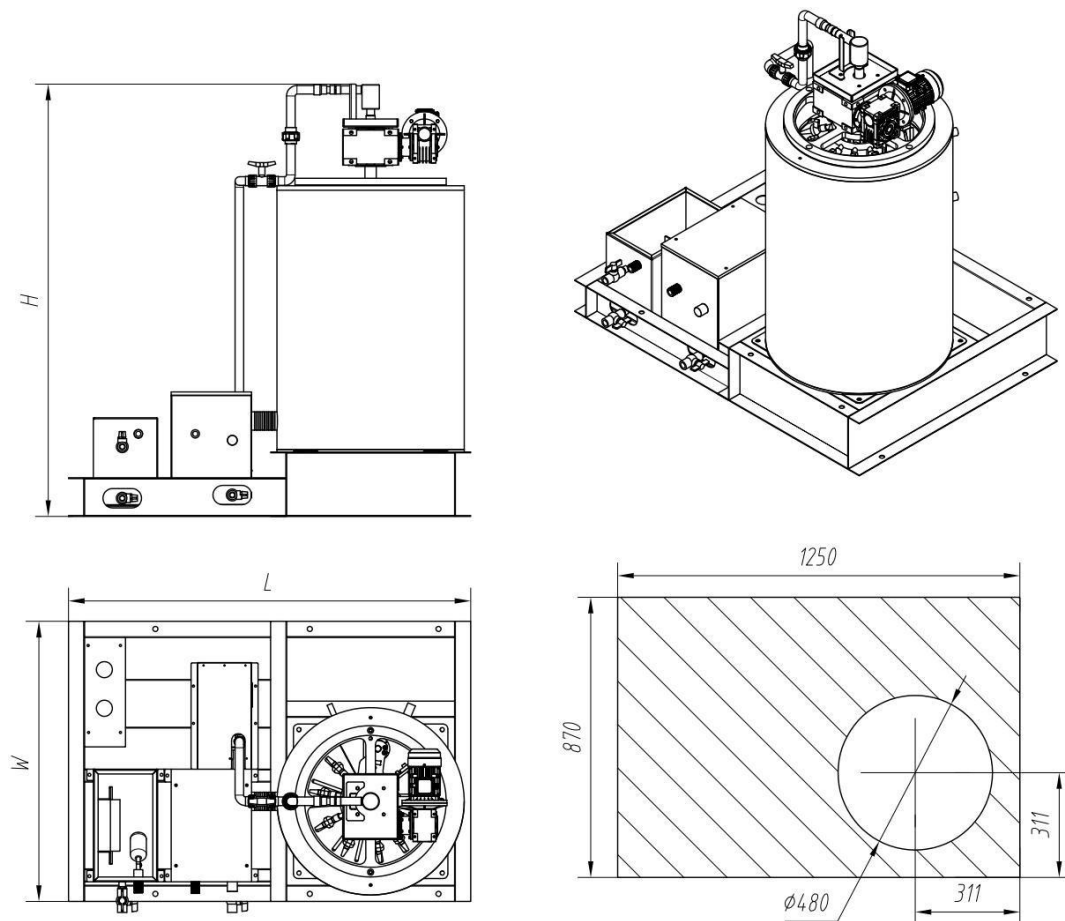

Figura 1
3. Dimensiones (véase la figura 1)